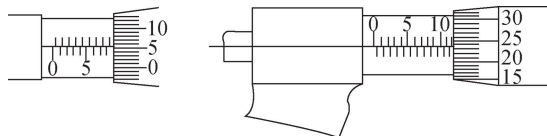

图 2-38 千分尺识读
- (1) 千分尺是一种精密测量仪器,其测量精度比游标卡尺()。(填高或低)
- (2) 千分尺按其用途可分为()、()、()、()、螺旋千分尺等,其中()使用最广泛。
- (3) 外径千分尺主要用来测量工件的()、()和厚度等。
- (4) 内径千分尺主要用来测量()、()等尺寸。
- (5) 深度千分尺主要用来测量()、()、()的深度。
- (6) 螺纹千分尺是用来测量普通螺纹的螺纹()的,测量范围为() mm、() mm、() mm,可测量螺纹的螺距为() mm。
- (7) 公法线千分尺主要用来测量齿轮的()长度。
- (8) 识读图 2-38 所示的千分尺。